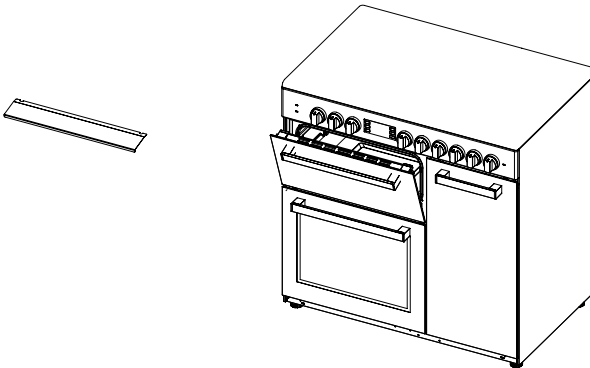

Figure 24
1. Un panneau de sécurité est conçu pour protéger le panneau de commande et les boutons lorsque le four est en mode grill. (figure 24)